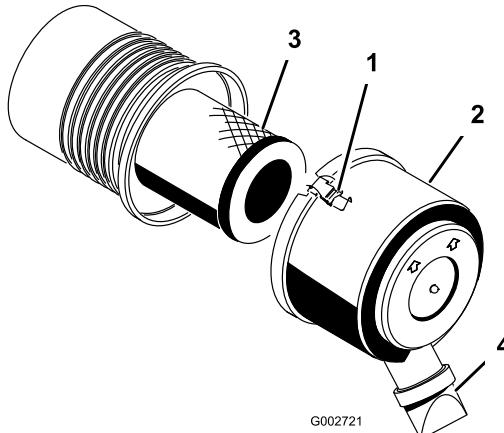

Bild 27
- Lösen Sie die Riegel, mit denen die Abdeckung des Luftfilters am Luftfiltergehäuse befestigt ist (Bild 27).